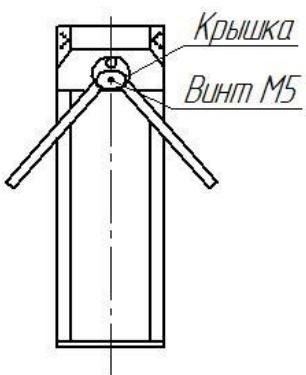
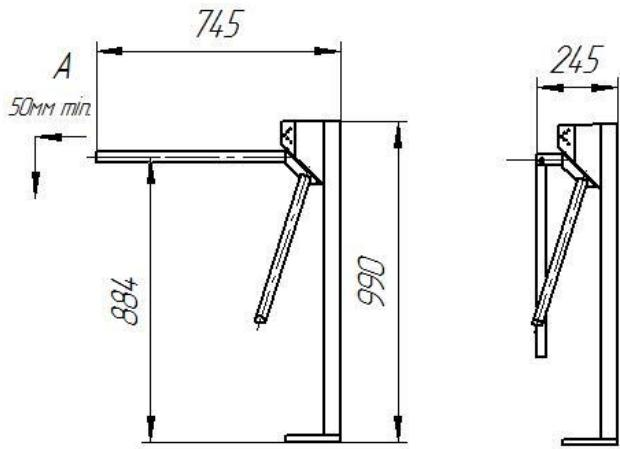

Рис. 1
рис. 2
6.4 Установите штанги. Для этого снимите крышку поворотного механизма, открутив винт М5 (рис.1). Закрепите штанги болтами М10, входящими в комплект штанг. Для перевода штанги «антиталика» в положение «проход открыт» оттяните штангу в направлении А (от турникета) на 50-80мм и поверните ее вниз (рис.2). Время открытия штанги «антиталика» составляет 1-3с. Закройте место крепления штанг крышкой.